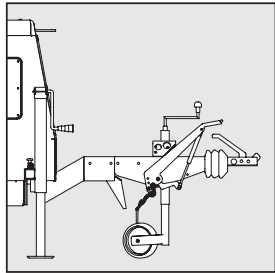

Fig. 1
- **Transportsæt**, tårnet er klar til transport på landevej. Inkluderer som standard: Jockey-hjul, lige trækstang med bugseringskrog af kugletypen og tilslutninger til signallys (bremse- og blinklys) samt positionslys og håndbremse. Som ekstraudstyr har vi trækstænger i form af svanehals, der kan tilpasses, samt bugseringskrog af ringtypen (se fig. 1, 2 og 3).